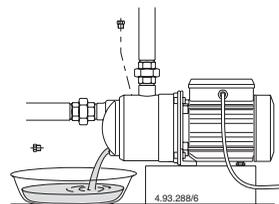

Fig. 5
**При продолжительных простоях, когда существует опасность замораживания жидкости, она должна быть полностью слита (раз. 13 рис. 5).**
Перед проведением демонтажа закройте задвижки на всасывании и подаче и слейте жидкость из корпуса насоса (раз. 13 рис. 5).